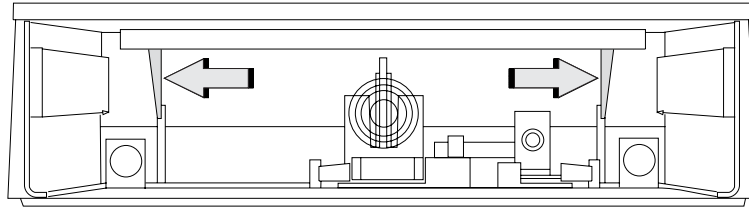

图 48. 将外盖插销向外推以卸下现金抽屉的顶盖。
6. 要将顶盖从底座分离，请在将外盖插销推送至后端时从前面着手并将外盖插销向外推出。将外盖滑出后端。请参阅图 48。